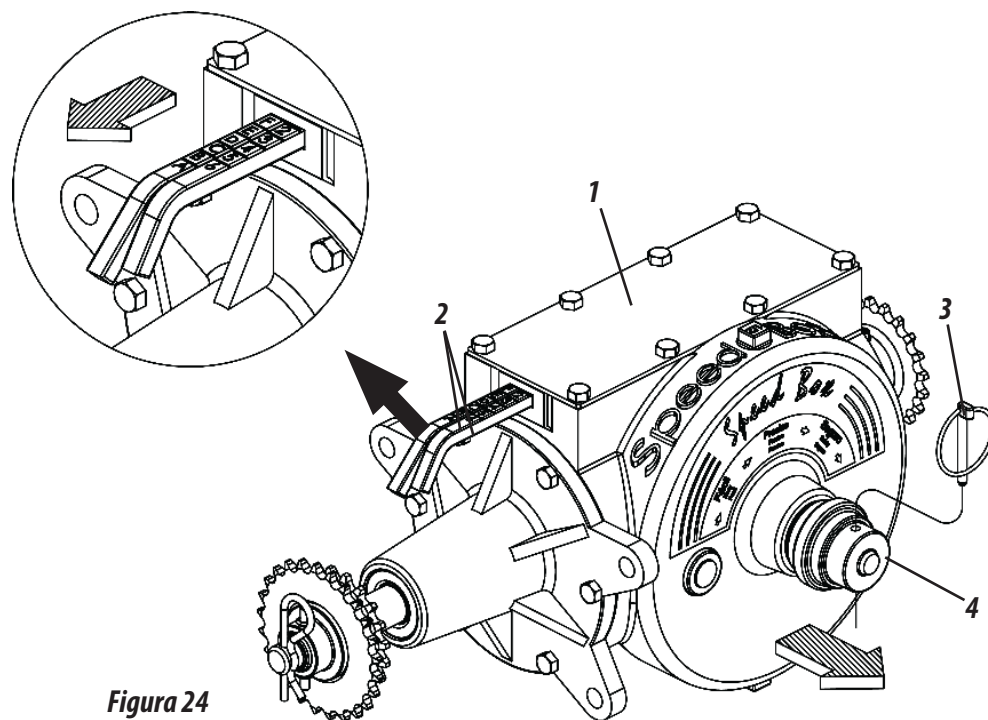

Figura 24
- 01** - Las sembradoras son equipadas con el sistema Speed Box (1), que acciona el sistema de distribución con regulados simples, garantizando el cambio de rotaciones rápidas.
- 02** - Seleccione la cantidad deseada en las tablas y verifique la combinación correspondiente en las palancas (2). Ejemplo: Posición F2 en la tabla, indica que la palanca con letras debe estar en la posición "F" y la palanca con números debe estar en la posición "2", según muestra la figura 24.
- 03** - Para mover las palancas, retire la tranca (3), tire de la manopla (4), en seguida, regule las palancas según ejemplo anterior. Al terminar la combinación, retorne la manopla (4) y recoloque la tranca (3).